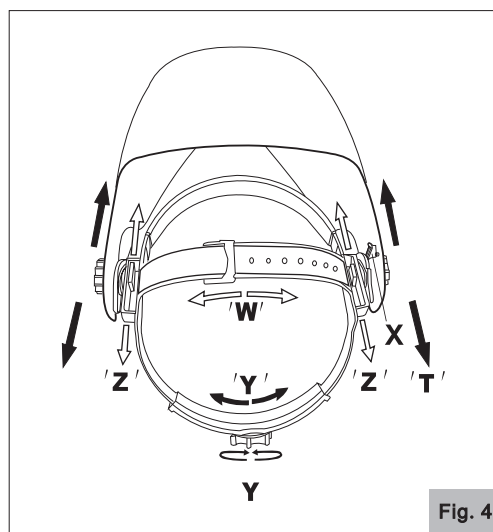

Fig. 4
4.1. Sommet du casque (voir ajustement "W" dans la fig. 4)
4.2. Serrage du casque (voir ajustement "Y" dans la fig. 4)
3. Ajustement de distance (voir ajustements "Z" et "T" dans la fig. 4)
4. Ajustement d'angle (voir ajustement "X" dans la fig. 4)